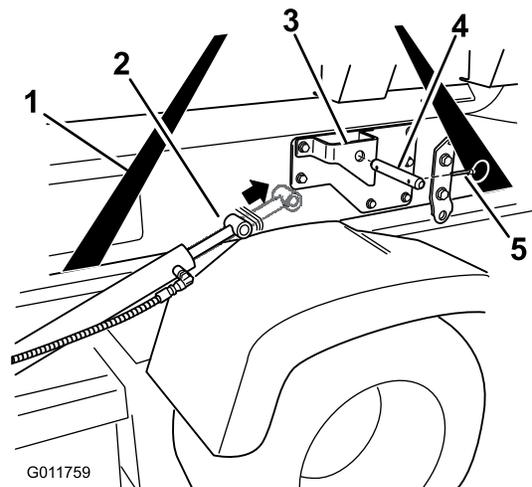

Figura 20
4. Estendete i cilindri di sollevamento fino a raggiungere le staffe montate sul telaio di supporto del serbatoio. Allineate i bracci dei cilindri ai fori presenti sulle staffe del telaio di supporto del serbatoio (Figura 20).